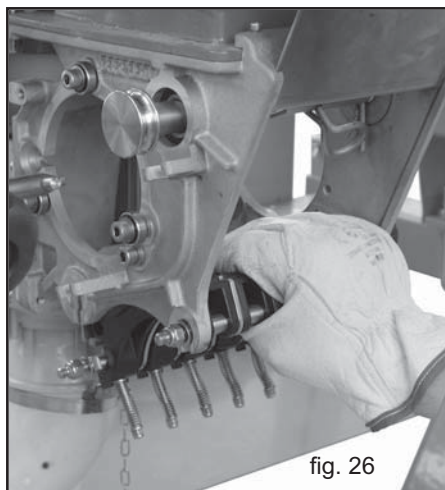

fig. 26
- 3) Estrarre il gruppo dei tastatori dalla parte posteriore (Fig. 26), e successivamente estrarre la parte anteriore.